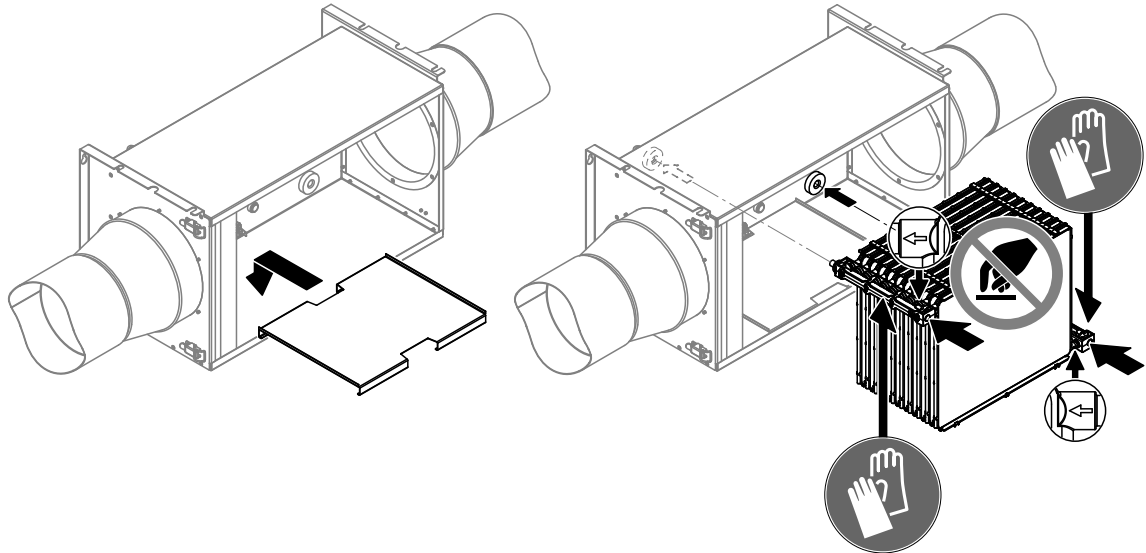

Fig. 27: Installer la tôle de fond et l'insert de l'humidificateur
9. Insérez la tôle de fond dans le caisson de l'humidificateur (voir *Fig. 27*).